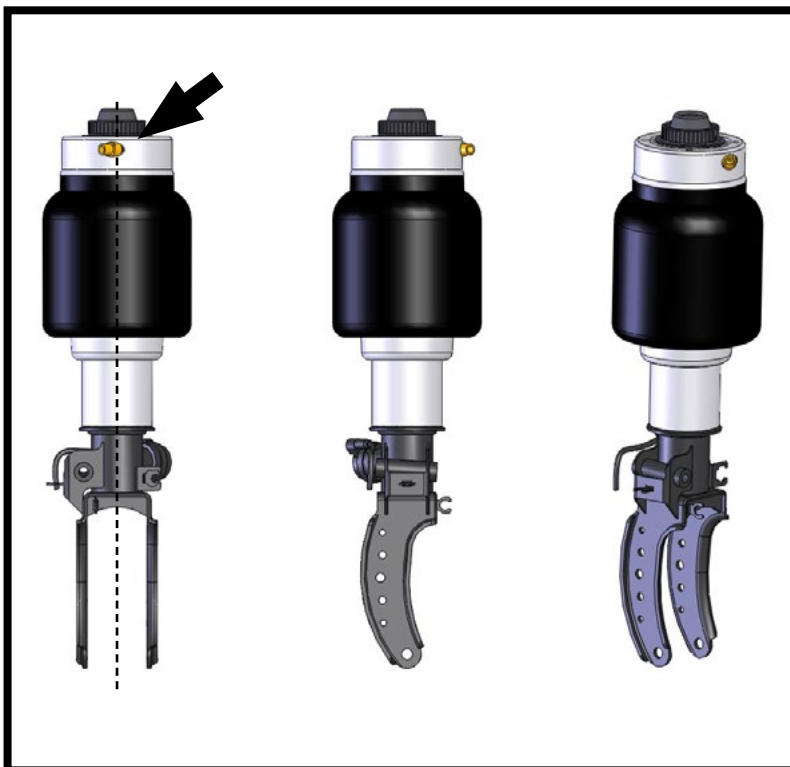

FIGURA 20-7
8. ALINEE LA TOMA DE AIRE CON LAS HORQUILLAS DEL AMORTIGUADOR (FIGURA 20-7).